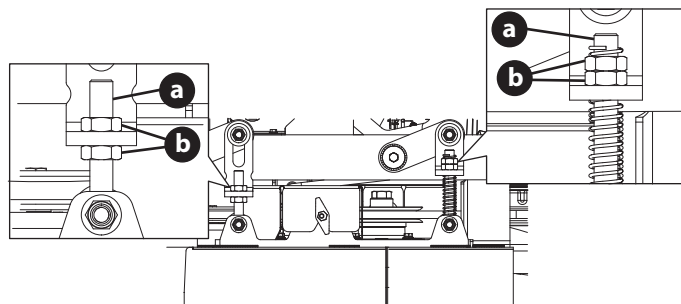

Fig. 30
3. Réglez le boulon à œil (a) à l'avant gauche du plateau de coupe de manière à ce que la hauteur lame-sol à l'extrémité extérieure droite de la lame corresponde à celle de l'extrémité extérieure gauche de la lame. Pour ce faire, il faut desserrer les contre-écrous (b) sur le boulon à œil (a) et serrer le contre-écrou supérieur (b) pour lever le plateau et desserrer le contre-écrou (b) pour l'abaisser. La hauteur de l'extrémité de la lame extérieure droite est fixée par le boulon à œil avant droit (a); vous devez donc ajuster l'extrémité extérieure gauche pour qu'elle corresponde à la hauteur de l'extrémité extérieure droite (Fig. 30).
4. Une fois le réglage effectué, resserrez les contre-écrous (b) (Fig. 30).
3. Desserrez les contre-écrous (b) à l'arrière, à gauche et à droite des boulons à œil du plateau de coupe (a) (Fig. 30).
4. Commencez par l'arrière droit pour relever l'arrière du plateau de coupe, serrez le contre-écrou supérieur (b) pour relever le plateau de coupe ou desserrez le contre-écrou supérieur (b) pour abaisser l'arrière du plateau de coupe (Fig. 30).
5. Ajustez le contre-écrou (b) à l'arrière gauche pour éliminer le « jeu » de la tige filetée (Fig. 30).
6. Serrez les deux contre-écrous inférieurs (b) pour fixer le réglage du plateau de coupe (Fig. 30).
7. Le réglage final consiste à éliminer le « jeu » de la tringlerie arrière gauche si l'arrière du plateau de coupe est relevé, en réglant les contre-écrous (b) sur le boulon à œil (a). Desserrez les contre-écrous (b) et serrez le contre-écrou supérieur (b) pour éliminer le « jeu » (Fig. 30).
8. Dans de nombreux cas, il sera nécessaire de régler la hauteur du plateau de coupe en utilisant à la fois les boulons à œil (a) et le réglage de l'inclinaison pour obtenir les hauteurs correctes entre la lame et le sol (Fig. 30). Si vous vous souvenez que le réglage de la pointe de la lame avant droite est fixe et que vous nivelez à cette hauteur, le réglage du plateau de coupe sera simplifié.